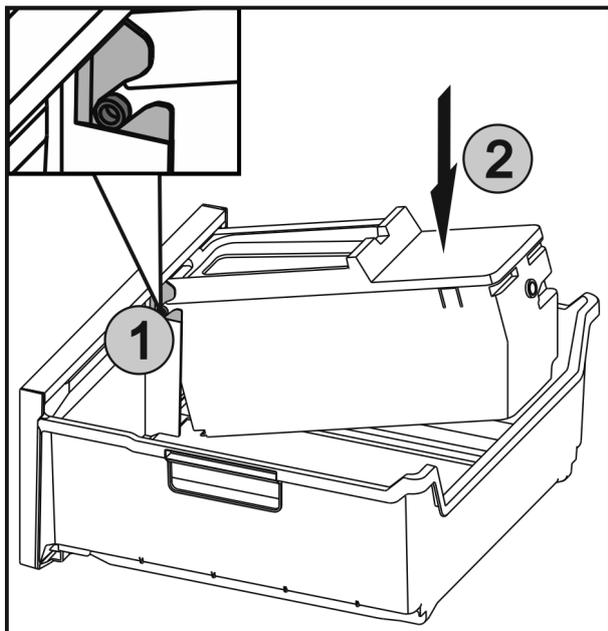

Fig. 43
- ▶ Zasuňte osi Fig. 43 (1) na EasyTwist-Ice do vedení a tlačte zadní stranu Fig. 43 (2), kým spona nezapadne.